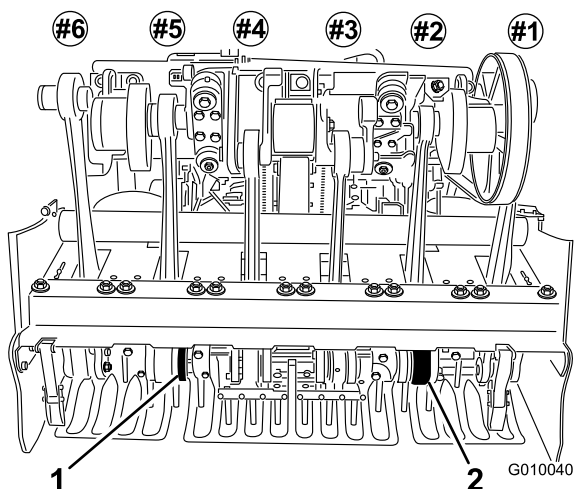

Figure 26
6. Placez les louchets dans les porte-louchets n° 2 et 5 (Figure 26), et serrez les vis.